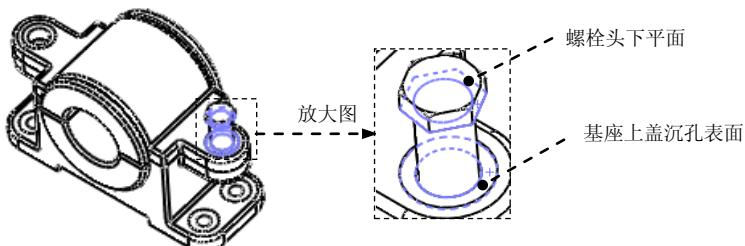

图 7.11.18 选取重合面
③ 添加“重合”配合。选取图 7.11.18 所示的两个面为重合面。